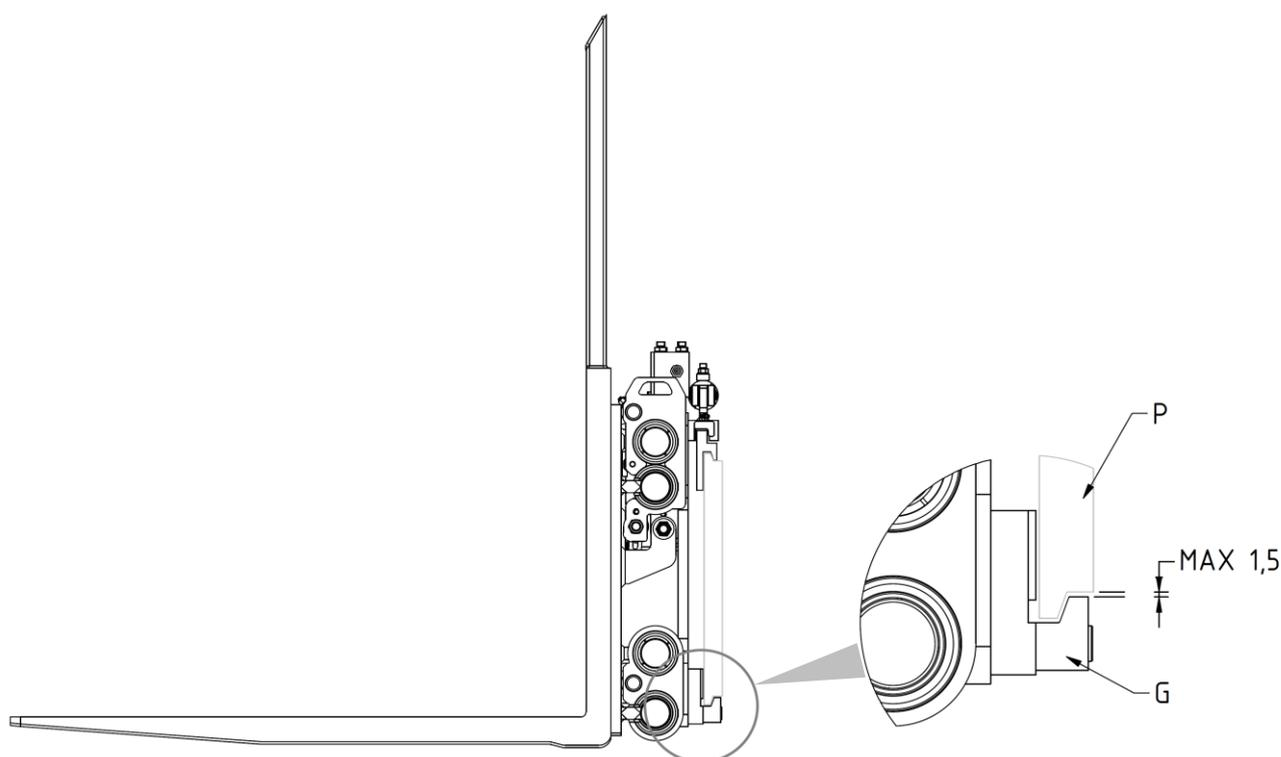
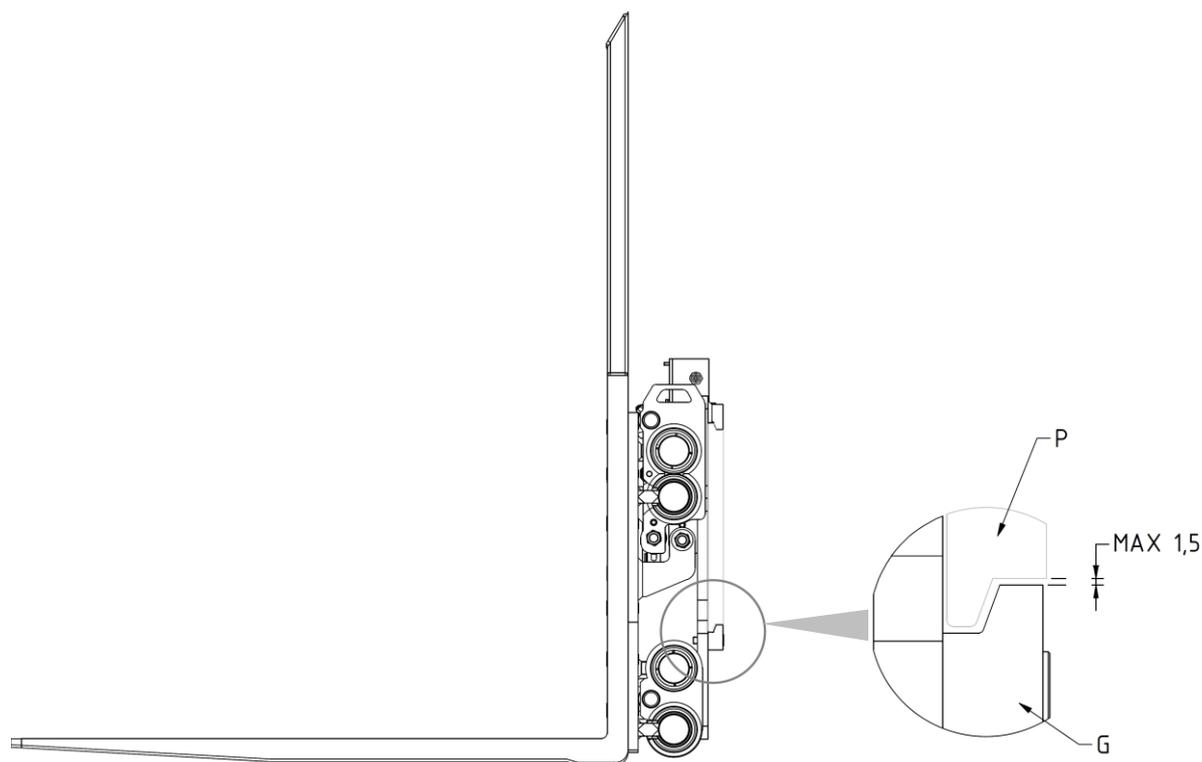

Figura 7
Figura 10
10. Atornillar los dos ganchos inferiores **G** para que su cuerpo quede enganchado debajo a la placa porta horquillas **P** (con un juego máximo de 1,5 mm, mira *Figura 7*) apretando con el par de apriete indicado en la *Tabla 3*.
7. Atornillar los dos ganchos inferiores **G** para que su cuerpo quede enganchado debajo a la placa porta horquillas **P** (con un juego máximo de 1,5 mm, mira *Figura 10*) apretando con el par de apriete indicado en la *Tabla 4*.
3. Verificar la holgura entre la parte inferior de la plancha porta horquillas y los ganchos inferiores del equipo, verificando que sea como se indica en las *Figura 7* (pag. 15) y *Figura 10* (pag. 18) y, si es necesario, intervenir en el apriete de los tornillos que los sostienen.